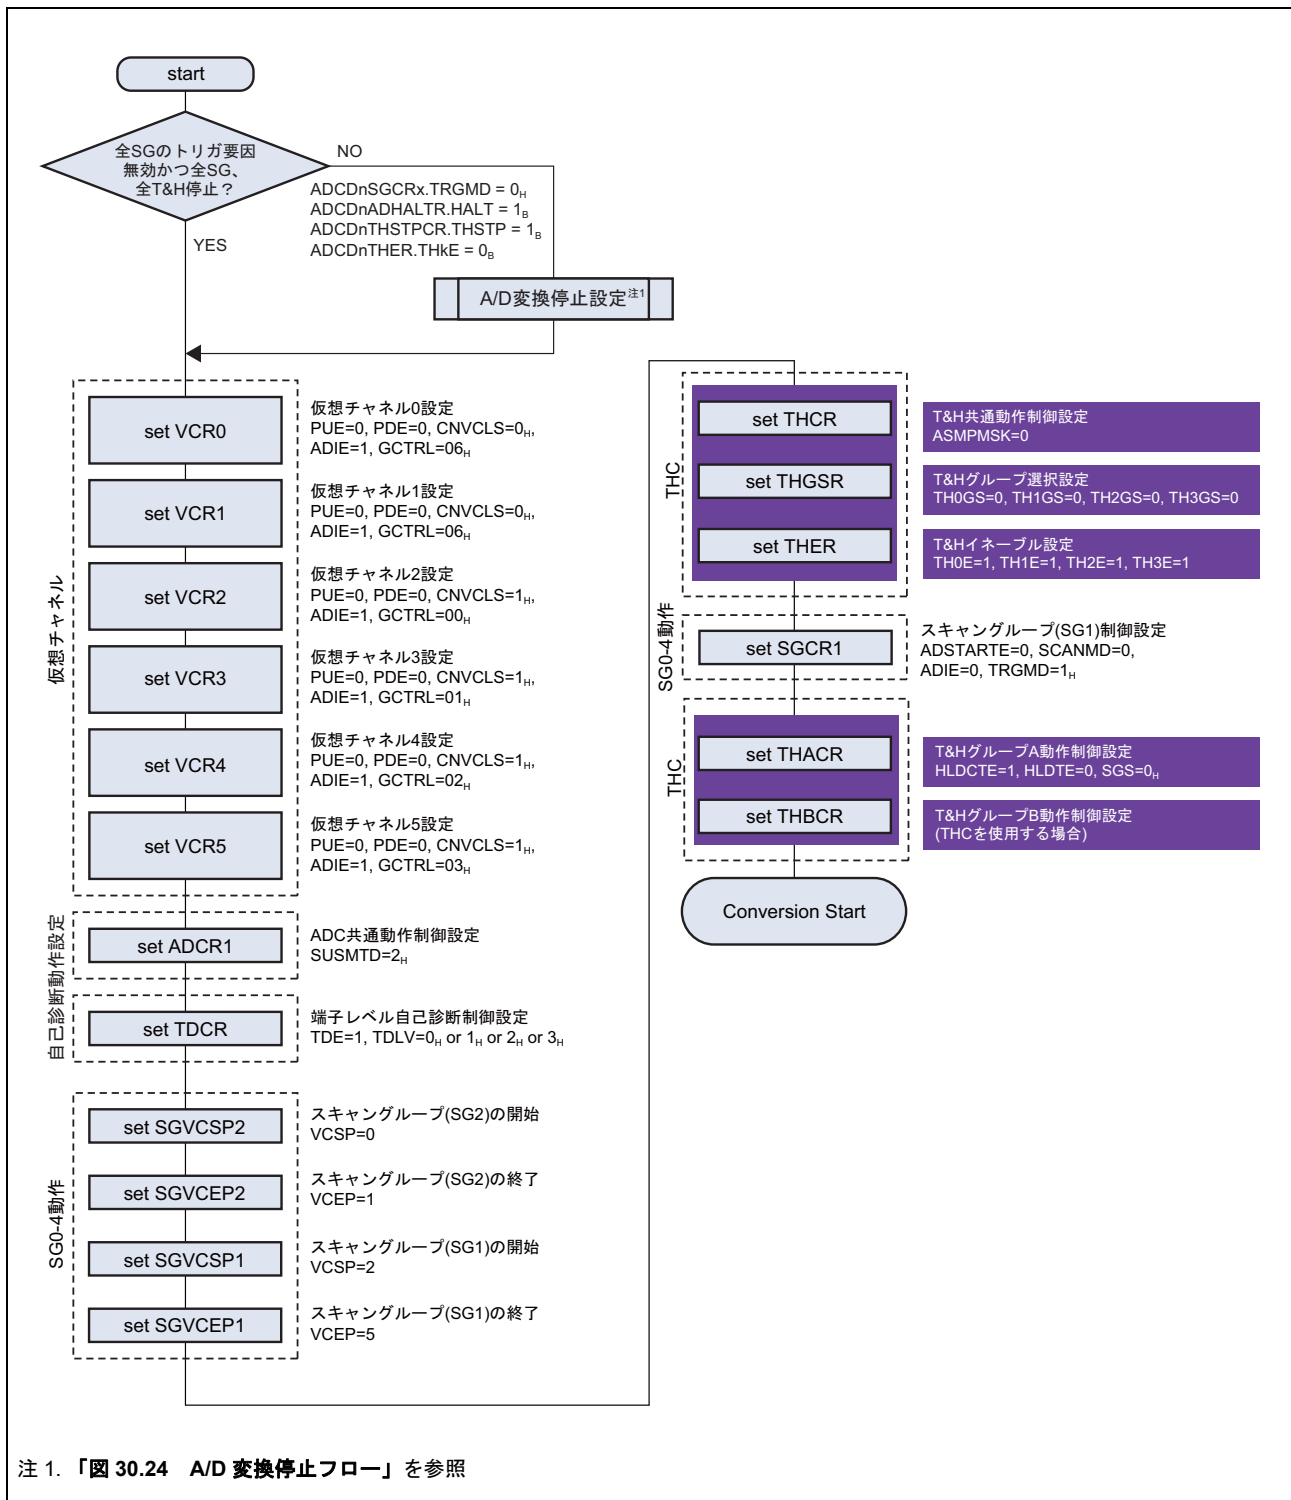

図 30.17 T&H 経路の自己診断 (T&H ホールド値使用) 初期化設定例
1. 図 30.17 のとおりに初期化を行います。仮想チャンネル 2 ~ 4 の変換種別 (ADCDnVCRj.CNVCLS[2:0]) はホールド値 A/D 変換 (1_H) を設定します。端子レベル自己診断レベル (ADCDnTDCR.TDLV) は 0_H をライトします。